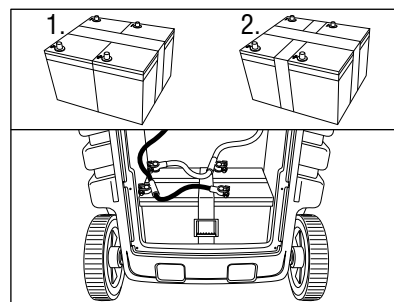

Fig. 2
- Retirez le panneau du bas du dos. (Se reporter à la figure 2.)
- Utiliser des outils isolés, réinstaller le panneau arrière. (Fig. 2)